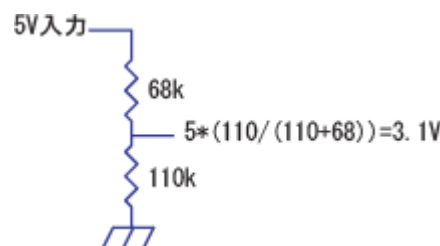

図 17 電圧レベル変換 : 5V→3.3V
- このため、R2 と R3 で分圧。R2=68k, R3=110k だから、PIC からの 5V の信号は無線化モジュールで約 3V となって受け取られる仕組み (図 17)。